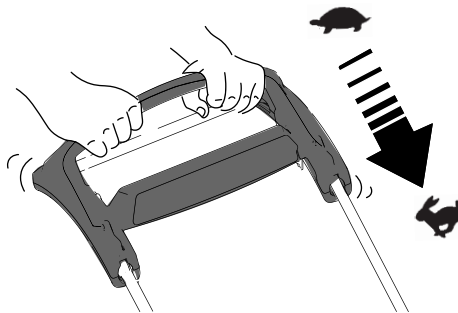

Figur 9
2. Sätt i den elektriska startknappen i den elektriska startbrytaren (A i Figur 9).
3. Kläm ihop knivstyrstängan och håll den mot handtaget (B i Figur 9).
4. Tryck på den elektriska startknappen och håll den intryckt tills motorn startar (C i Figur 9).